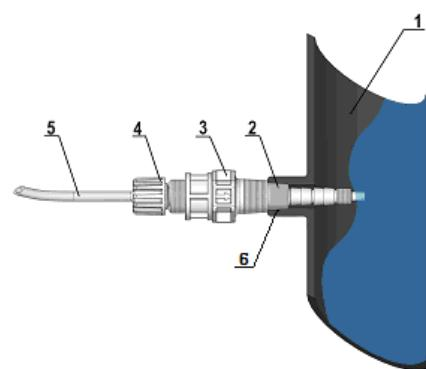

Fig. 7 - Montaje del rácor
Tanto en el tubo de impulsión como en el de aspiración, evite curvas excesivas con el fin de evitar estrangulamientos en el tubo. Aplique en el conducto de la instalación que hay que tratar, en el punto más idóneo para efectuar la inyección del producto que hay que dosificar, un rácor de 3/8" o 1/2" gas hembra. Este rácor no se incluye en el suministro. Enrosque la válvula de inyección en el «rácor de junta» utilizando cinta de PTFE, véase la Fig. 7. Conecte el tubo (5) en la conexión cónica de la válvula de inyección (3) y bloquéelo con la virola correspondiente (4). La válvula de inyección (3) también es una válvula de no retorno.